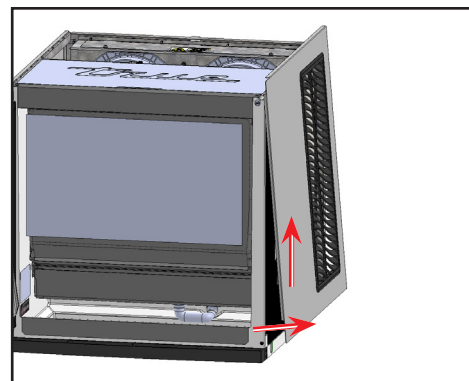

Fig. 6. Tire del panel desde las pestañas adhesivas y luego levántelo.
4. Tire del panel lateral desde los sujetadores inferiores. Luego, levante el panel lateral. Consulte la fig. 6.